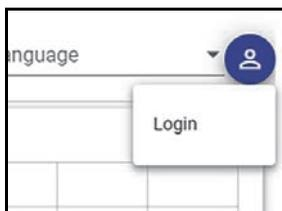

Figura 5-2 Ícono de acceso de supervisor (Manager)
1. Haga clic en el ícono de la esquina superior derecha de la pantalla (ver Figura 5-2 en la página 76).